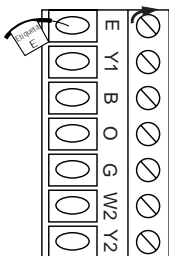

Figura 5
12. Los tornillos de terminal ya están aflojados y listos para la inserción de cables. Inserte los cables en las cintas terminales (Figura 5) haciendo concordar la etiqueta con la terminal correspondiente (vea los **Diagramas de cableado** siguientes). Apriete los tornillos.